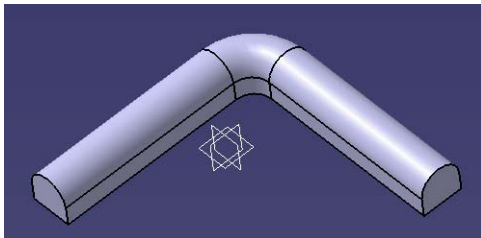

图 3-33
(4) 鼠标选择 faces to fillet 后, 点击模型中的内侧面、再按外侧面, Face To remove 中选择上一面之后, 点击 OK 键 (见图 3-33)。